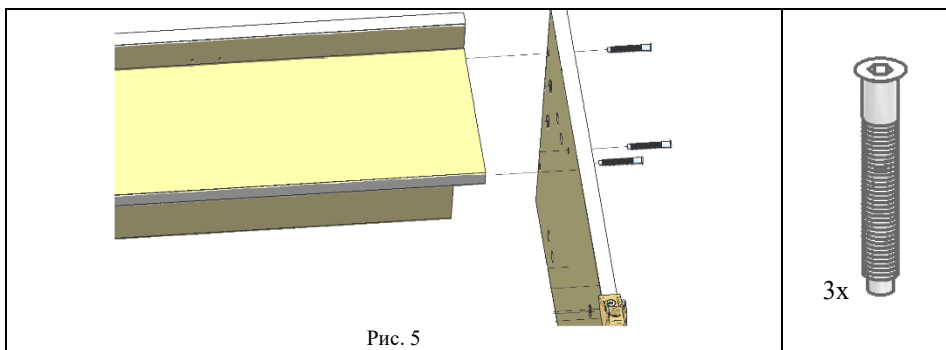

Рис. 5
5.1.4. К сборке по п. 5.1.3 прикрутить с помощью винтов конфирмат (поз. 1, пакет № 161) стенку боковую правую (сборка по п.5.1.1.3), см. рис.5.